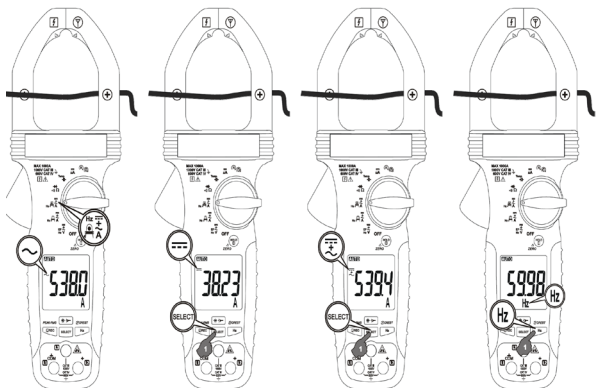

Figura 8 - Descritivo da Medição de Corrente AC, DC e AC+DC
1. Posicione a chave rotativa na posição “A~” conforme figura 8 para poder medir corrente AC.